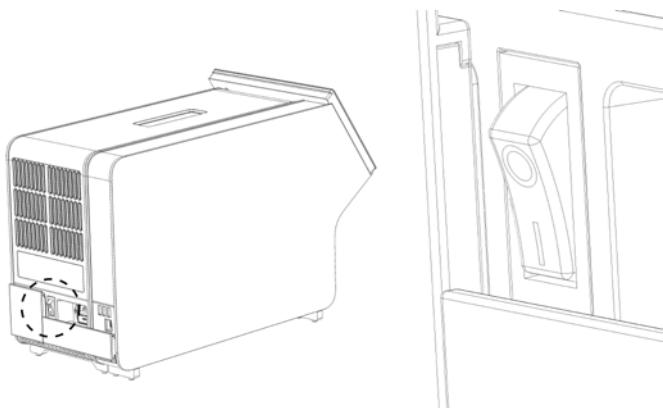

Figura 21. Amplasarea comutatorului de alimentare și setarea acestuia în poziția „I”.
10. PORNIȚI instrumentul, apăsând comutatorul de alimentare din partea din spate a modulului analitic în poziția „I” (Figura 21, pagina următoare). Confirmați că indicatoarele de stare aferente modulului analitic și operațional sunt albastre.